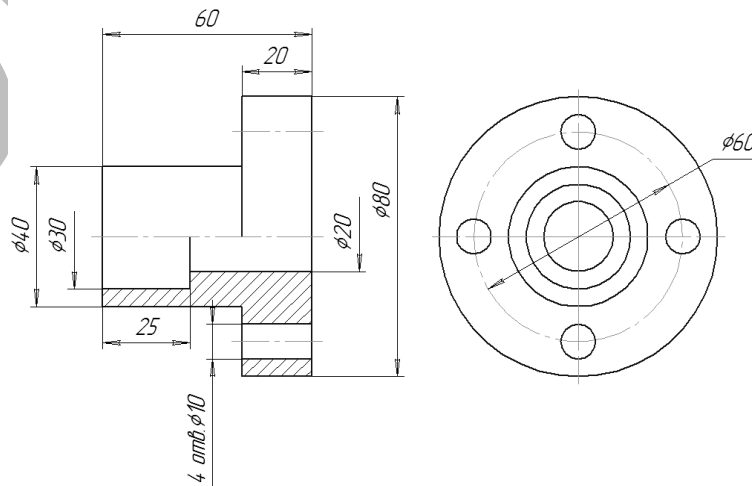

Рис. 8
2) Выполните чертёж детали (рис. 8).